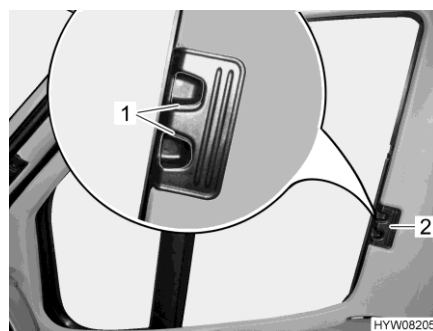

Fig. 19 Estor plegable (ventana del conductor/acompañante)
- Presionar los tiradores de desbloqueo (Fig. 19,1) y mantenerlos presionados.
- Cerrar los estores plegables para la ventana del conductor y la ventana del acompañante tirando en el tirador (Fig. 19,2) hacia el otro lado de la ventana y uniéndolos en las tiras magnéticas.
- Introducir los estores plegables para la ventana del conductor y la ventana del acompañante hasta el tope desplazando el tirador (Fig. 19,2).
- Soltar los tiradores de desbloqueo (Fig. 19,1) y dejar que engatillen.